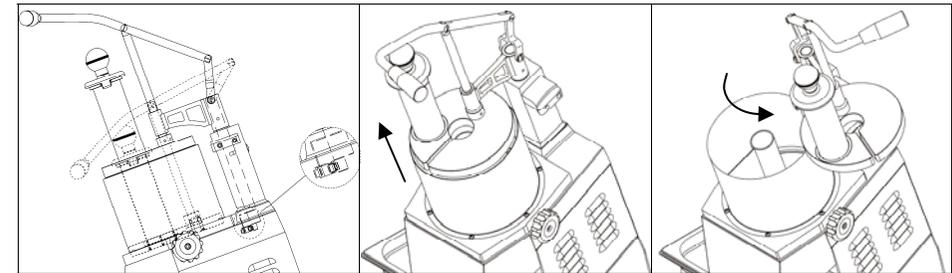

Abb. Nr.2 - Elektrische Sicherheitsvorrichtungen
- A auf dem Druckhebel, damit er die Funktionen der Maschine blockiert, wenn sich der Hebel höher als zur Öffnung der Abdeckung bewegt und gegen den Uhrzeigersinn dreht. Dieser Sensor **springt automatisch an**, wenn die Gefahren wie oben beschrieben vorliegen (*Abb. Nr.2*).